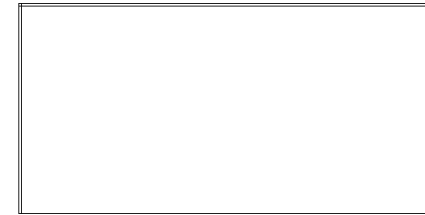

Рис. 4.5 ▼ Созданы внутренние линии боковой и задней стенок
- Выберите верхнюю горизонтальную линию контура габаритов рабочей зоны и щелкните внутри прямоугольника, а затем нажмите **Enter** для завершения команды **Подобие** (OFFSET) (рис. 4.5).